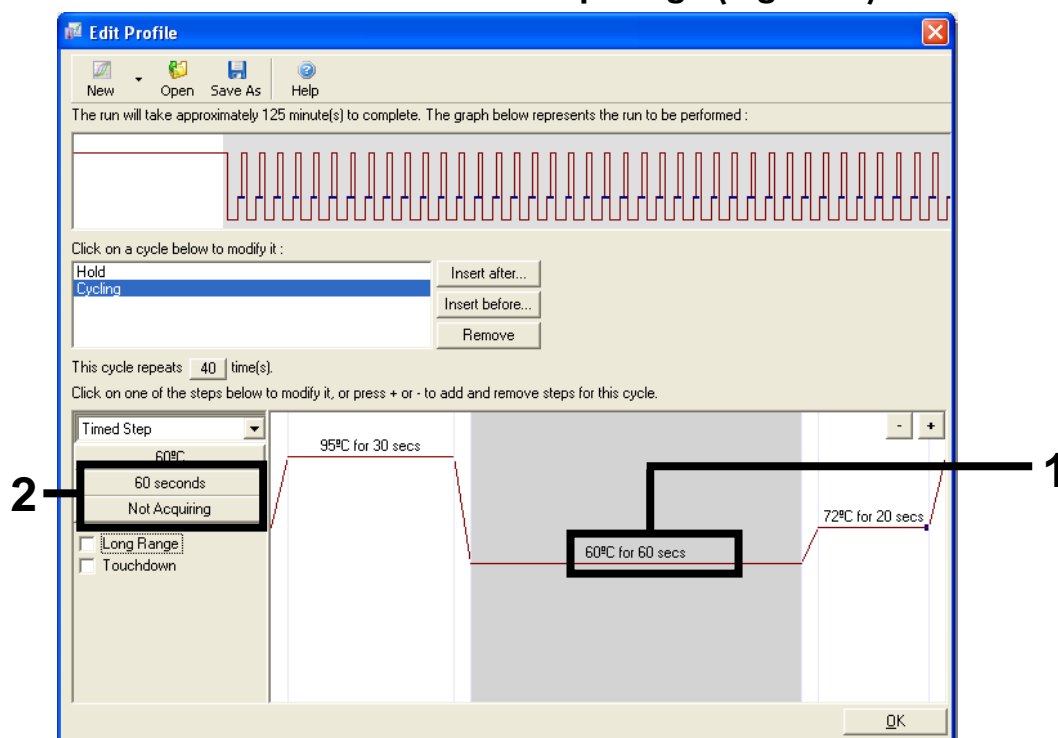

Figura 7. Passo de ciclagem a 60 °C.
10. Coloque em destaque o segundo passo e defina para 60°C for 60 secs. Active a aquisição de dados durante este passo, seleccionando o botão “Not Acquiring” (Figura 7).